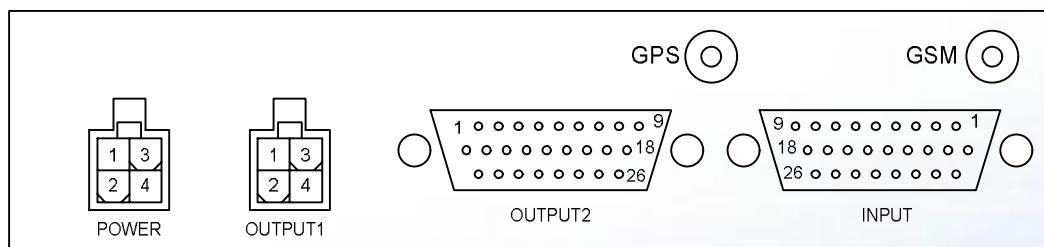

Рис. 5.2. Задняя панель терминала AMUR-GPS
- 4.3 Вынуть с упаковки кабель для подключения питания. С одной стороны кабеля установлен разъем. При помощи этого разъема подключается кабель к устройству. Использовать разъем POWER,смотрите «Рис.5.2. Задняя панель AMUR-GPS терминал». Другой конец кабеля подключить к источнику питания напряжением 12-24 вольта так, чтобы красный провод был подключен к положительной клемме, а черный провод к отрицательной. Можно подключить к компьютерному разъему 12 В.
5.1 Закрепить антенну GPS под открытым небом на горизонтальной металлической поверхности (основанием антенны вниз) при помощи магнита. Антenna не должна закрываться или затеняться посторонними предметами. После чего подсоединить к разъему GPS устройства см. Рис. 5.2.
5.5 Подключить кабель питания через разъем к разъему POWER устройства AMUR-GPS (см. Рис.5.2.). Другой конец кабеля подключить к бортовой сети (черный (синий) провод кабеля подключить к массе транспортного средства или к отрицательному потенциалу).
На рис. 5.2. показана задняя панель, на ней находятся разъемы для подключения антенн, разъем питания, и разъемы входов и выходов.
В устройстве имеются 6 аналоговых входов для измерения аналогового потенциала. В зависимости от версии встроенного программного обеспечения выводам назначаются определенные функции. Под заказчика можно поменять назначение выводов. Аналоговые входы расположены на разъеме INPUT (см. рис. 5.2 Задняя панель AMUR-GPS-терминал). Имеются 2 Аналоговых входа с диапазоном входных напряжений 0-30 вольт и 4 Аналоговых входа с диапазоном напряжений 0-5 вольт. Входное сопротивление у всех входов более 10 кОм. Назначение выводов для версий программного обеспечения смотрите в таблице разъема INPUT.
Цифровые входы предназначены, для получения состояния с внешних датчиков которые имеют, цифровые выходы. Напряжение, подаваемое на цифровые входы, должно находиться в пределах от 0 да 30 вольт для входов (0-30в) и для цифровых входов (0-5в) входное напряжение должно быть в пределах (0-5в). Входное сопротивление у всех входов более 10 кОм. (см. рис. 5.2). Назначение выводов для версий программного обеспечения смотрите в таблице разъема INPUT.
Цифровые выходы расположены на разъемах OUTPUT2 и INPUT (см. рис. 5.2). Выход OUTPUT1, зарезервирован для гальванически развязанного переключающегося коммутатора с повышенной нагрузочной способностью. Данный выход выдерживает ток нагрузки до 10А и максимальное напряжение 250В. Эти выводы по умолчанию всегда замкнуты, первый и второй выводи разъема. При перекоммутации выходов происходит замыкание первого и четвертого выводов, а выходы один и четыре размыкаются.